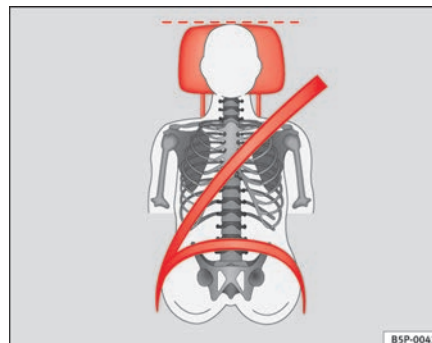
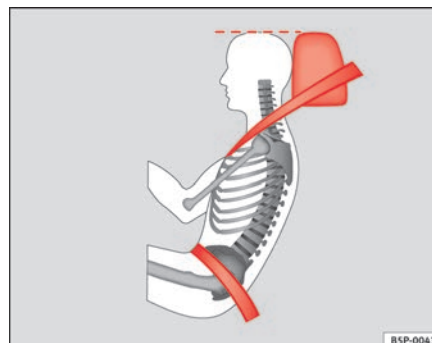

Abb. 3 Richtig eingestellte Kopfstütze von vorne betrachtet
Abb. 4 Richtig eingestellte Kopfstütze von der Seite betrachtet
- Stellen Sie die Kopfstützen so ein, dass sich die Oberkante der Kopfstütze möglichst auf einer Linie mit dem oberen Teil Ihres Kopfes, bzw. mindestens auf Augenhöhe befindet ⇒ Seite 12, Abb. 3 und ⇒ Seite 12, Abb. 4.